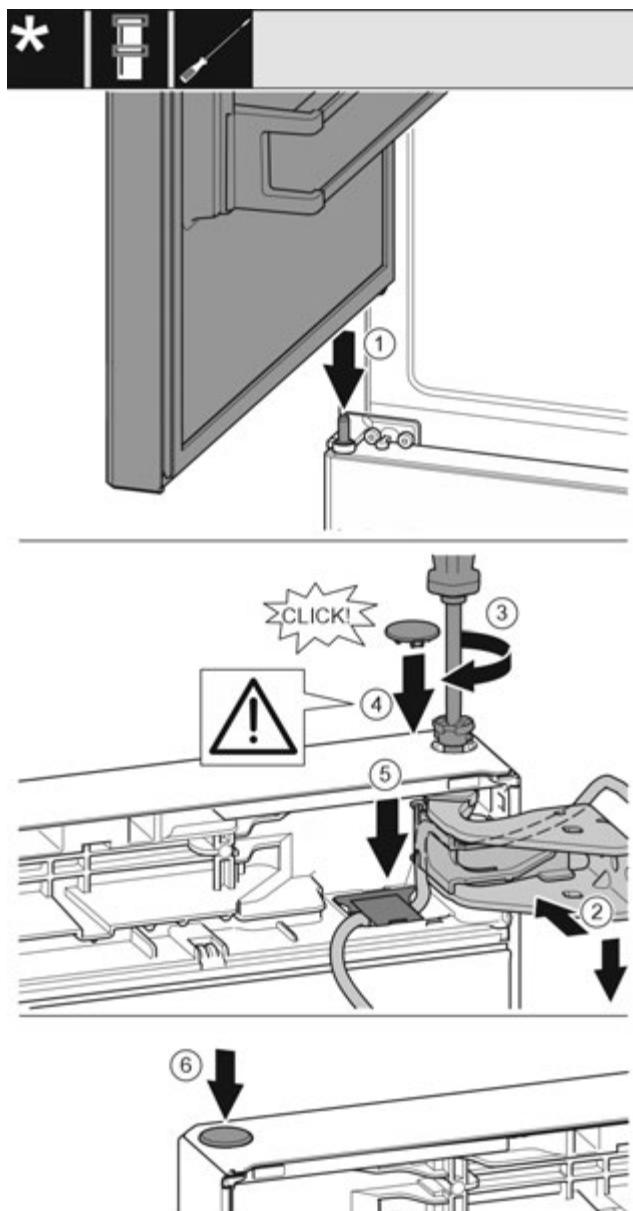

Fig. 42
- Встановлення верхніх дверцят на середній опорний палець Fig. 42 (1)
- Вирівняйте дверцята зверху по отвору в опорному кронштейні. Fig. 42 (2)
- Вставте палець та закрутіть за допомогою викрутки T15. Fig. 42 (3)
- Встановіть захисну кришку для захисту дверцят: вставте захисну кришку і проконтролюйте, щоб вона прилягала до дверцят. Якщо це не так, повністю вставте палець. Fig. 42 (4)
- Вставити кришку та натиснути донизу, поки вона не зафіксується. Fig. 42 (5)
- Вставте пробку. Fig. 42 (6)